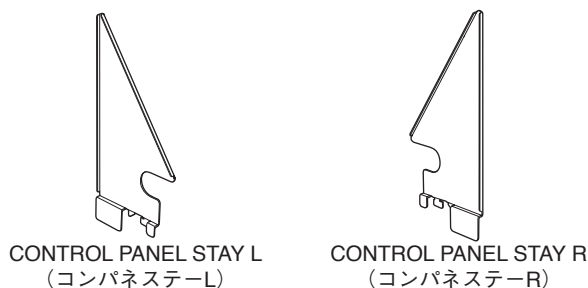

Fig. 2 (図2)
- ※ 2項～4項の作業を行う前に、コンパネステーL、R（コントロールパネル固定用工具）を用意してください。（図2、写真2）